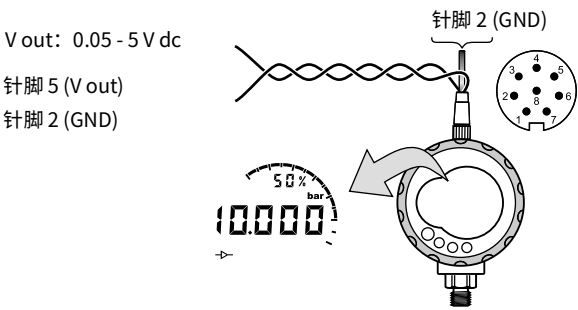

图 3-3：示例配置 - V out
- 附件 E - 请参考第 16 页的图 3-3 和第 9 页的表 2-2。